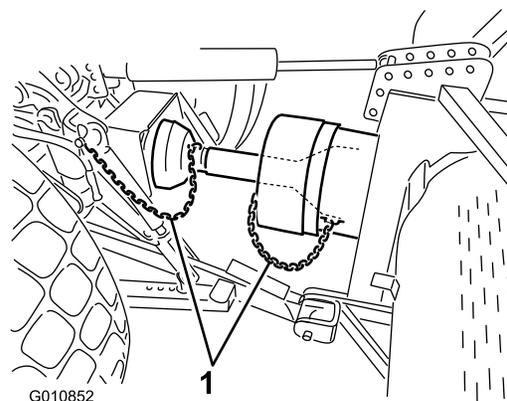

Figura 22
6. Conecte las cadenas de seguridad al protector de la TDF y al soporte del tractor (Figura 22). Asegúrese de que las cadenas no se tensen al elevar o bajar el aireador.